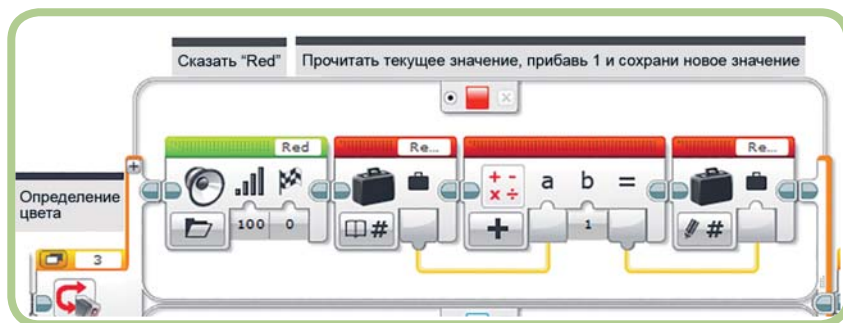

Рис. 11.14. Прибавление единицы к значению переменной *Red Total*
- С помощью одной шины данных соедини вывод первого блока **Переменная** (Variable) с вводом  $a$  блока **Математика** (Math), а с помощью другой — вывод блока **Математика** (Math) с вводом второго блока **Переменная** (Variable), как показано на рис. 11.14.